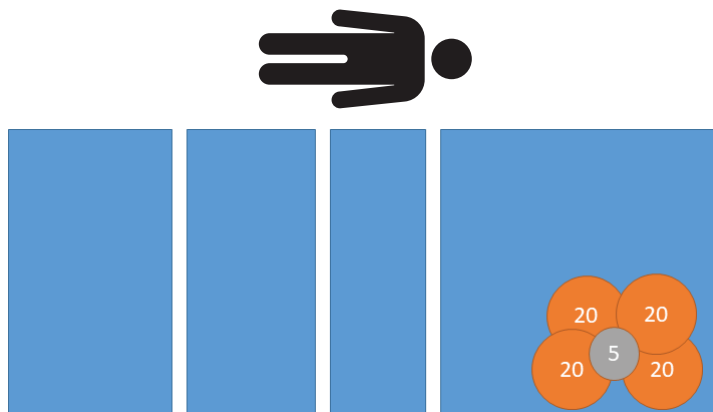

Figure 13 – Test d'excentricité - 85 kg tête gauche
1. En utilisant des poids étalonnés, placer 85 kg à la tête, à la gauche du produit (Figure 13).